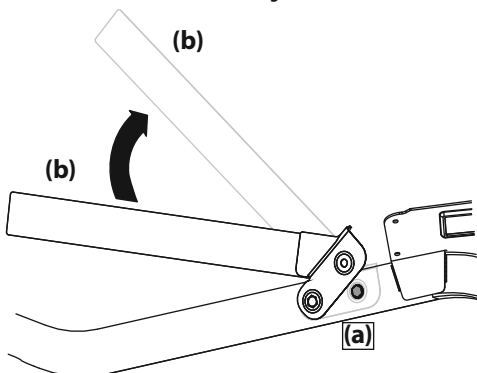

Figura 3
1. Extraiga los dos tornillos de arandela hexagonal (a) que están instalados parcialmente en el bastidor. Consulte la Figura 3.
2. Gire el aro superior (b) hasta que quede en su posición. Vea la Figura 3.